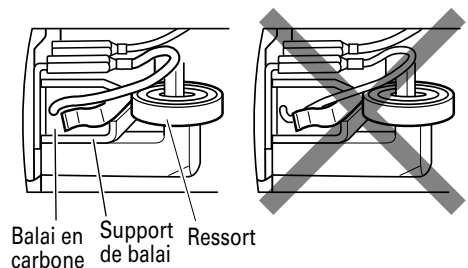

Fig. 8
4. Remplacement d'un balai en carbone (Fig. 8):